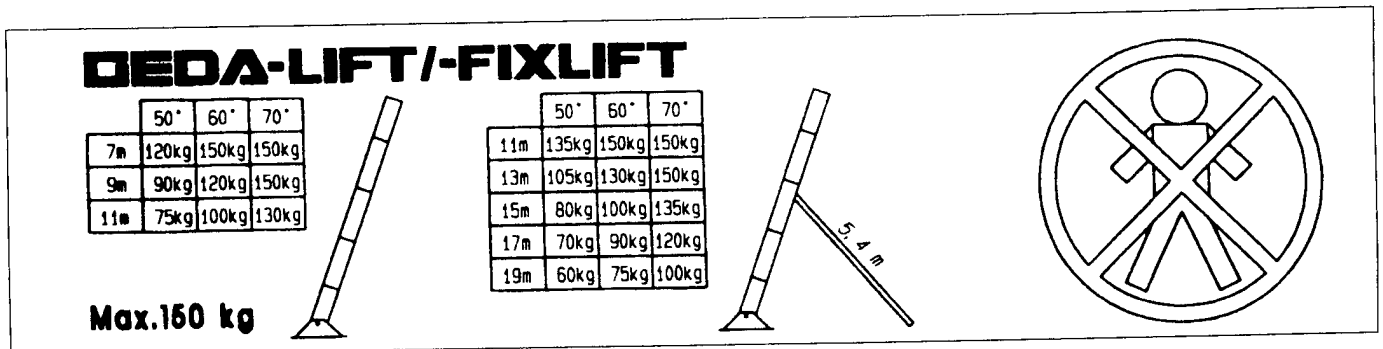

Fig. 13
De schuine lift van GEDA kan met of zonder laddersteun gebruikt worden. Het desbetreffende draagvermogen kan op de sticker op het basisdeel of uit fig. 13 en 14 afgelezen worden.
- Op de schaal (21) de hellingshoek van de ladder aflezen en in belastingstabel (fig. 13/14) aflezen met hoeveel materiaal-gewicht de schuine lift belast mag worden. – Indien nodig laddersteun gebruiken.